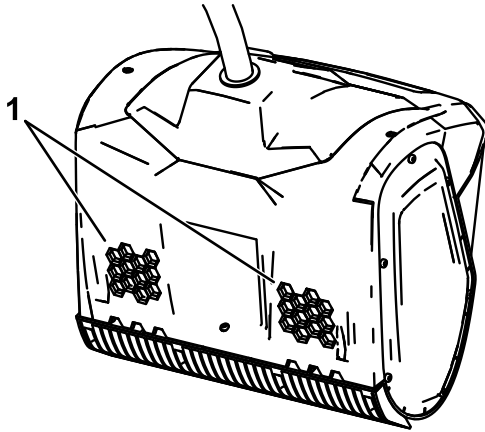

Figura 6
1. Asegúrese de que los orificios de ventilación en la parte trasera de la máquina no presentan nieve ni hielo (Figura 6).